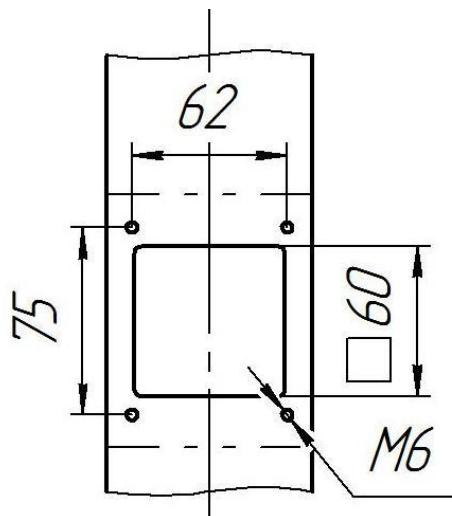

Рис. 4. Разъем крепления патрубка пылеотсасывающего аппарата.
- 9.5 Для подключения пылеотсасывающего агрегата на станке имеется разъем крепления патрубка (см. рис.4), разъемы расположены на задних стенках кожухов;